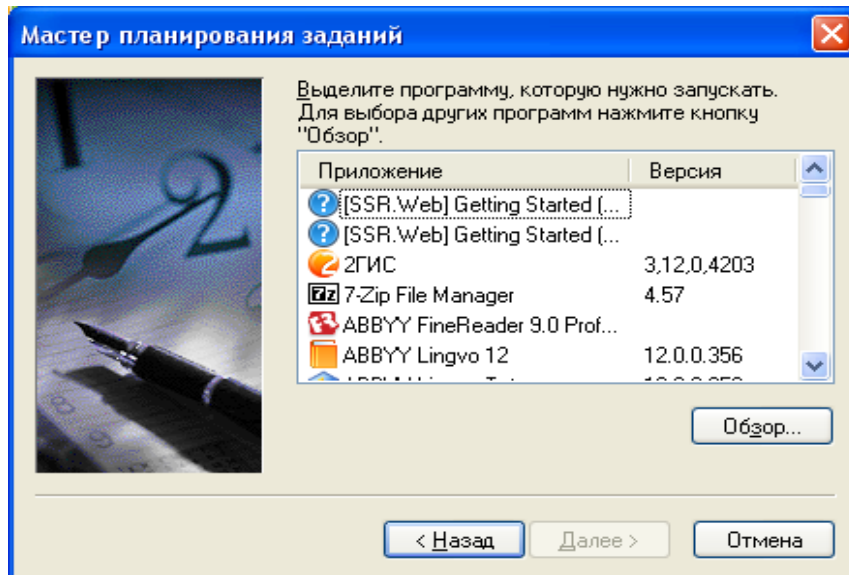
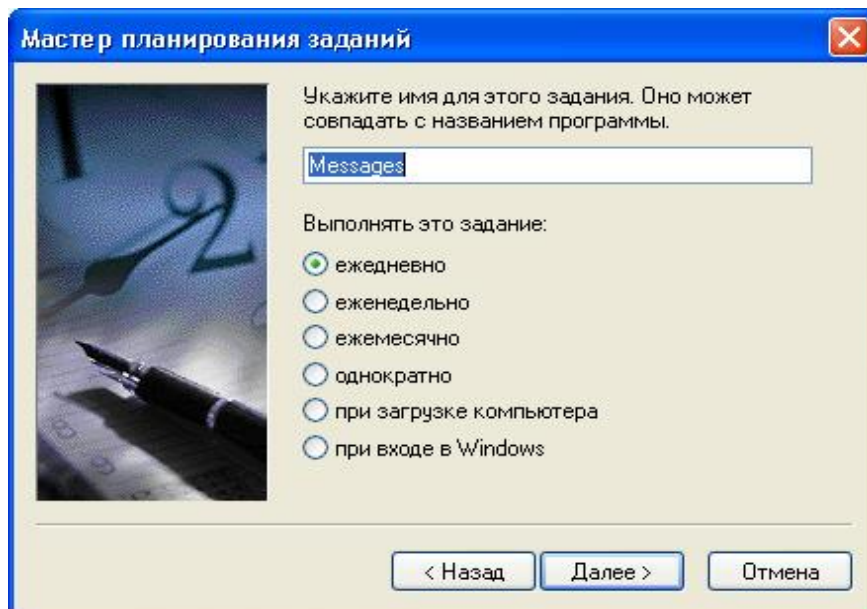

Рис. 31.
Рис. 32.
3) Нажмите кнопку **Далее**. Откроется окно (рис. 31). Нажмите кнопку **Обзор**, выберите файл **StartTrigger.exe** (или **СУКР_Review.exe**, **СКТО_SendDataToArchive.exe**, **CreateMessagePTO_CM.exe**, **СУКР_CCZprev.exe**, **DeleteSchedule.exe**, **rSchedule.exe**, **Microelectronics.exe**) из папки **\\SSD3\scheduled tasks\Submikron** и нажмите кнопку **Открыть**. Откроется окно (рис. 32). ПМ **Microelectronics.exe** расположен в папке **\\SSD3\exe_sapfir\crystal_c**.